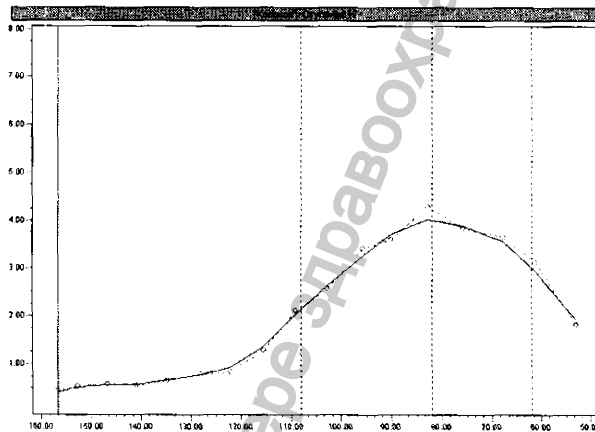

Рис. 6. Типовой "колокол" амплитуды пульсаций. Вертикальные линии соответствуют систолическому, среднему и диастолическому АД (слева направо).
- Задача определения систолического и диастолического АД решается в приборе на основе специальных алгоритмов анализа формы кривой осциллометрических амплитуд - "колокола" (Рис. 6). Форма этой кривой, несмотря на то, что она изменяется от пациента к пациенту (а иногда и у одного пациента от минуты к минуте), оказывается чрезвычайно точным индикатором уровня артериального давления. Левая часть кривой позволяет определить систолическое АД, а правая - диастолическое.